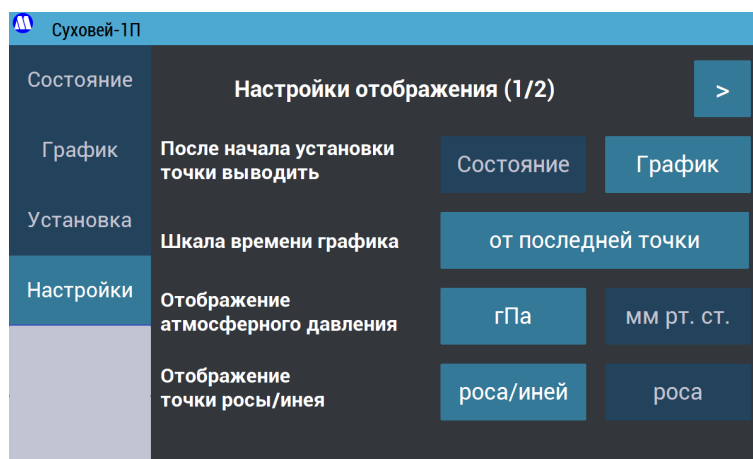

Рисунок 15 – Экран «Настройки отображения», страница 1.
7.2.11.1. Кнопка «**Настройки отображения**» открывает меню (Рисунок 15), в котором есть возможность выбора (первая страница):